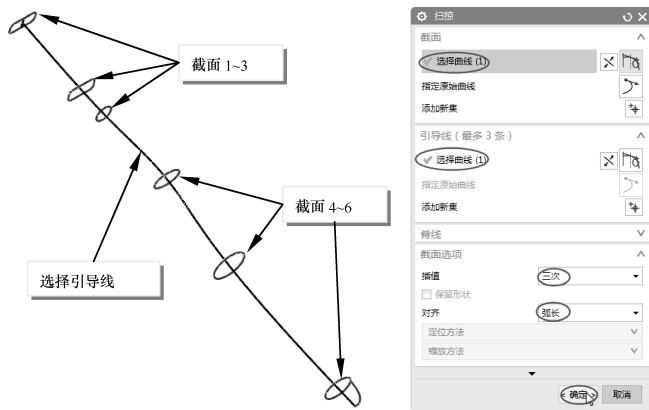

图 5-95 扫掠主体
- 03 选择截面曲线。每选择一条链后，按下中键（按鼠标中键就是添加新集）。单击引导线【选择曲线】按钮，选择引导曲线。设置截面选项，【插值】为【三次】、【对齐】为【弧长】。单击【确定】按钮，退出【扫掠】对话框，如图 5-95 所示。